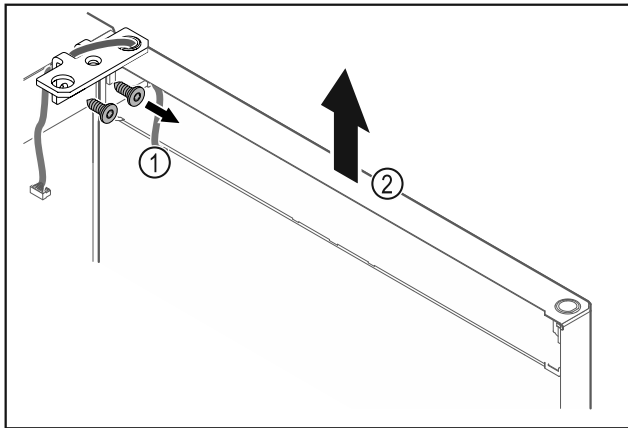

Fig. 27
- Odšroubujte úhelník závěsu Fig. 27 (1).
- Zvedněte dvířka včetně úhelníku závěsu Fig. 27 (2) přibližně 200 mm rovně směrem nahoru a vyjměte je.